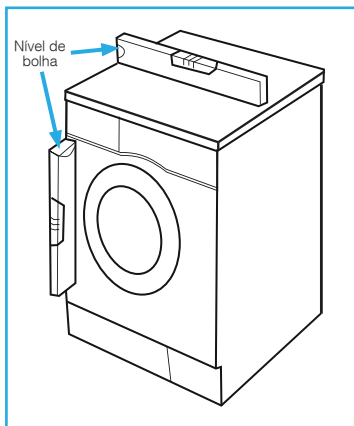

Figura 2
01. Após posicionado no local apropriado verifique se o aparelho encontra-se estável e nivelado no ambiente instalado. Para realizar a verificação, recomenda-se a utilização de uma ferramenta de nível de bolha (conforme figura 2).